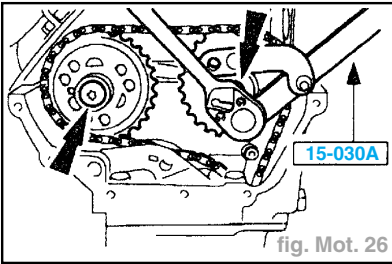

fig. Mot. 26
- Déposer les pignons d'arbres à cames (fig. Mot. 26) :
- Serrer les vis des pignons d'arbre à cames à **5,9 daN.m** (fig. Mot. 26) :